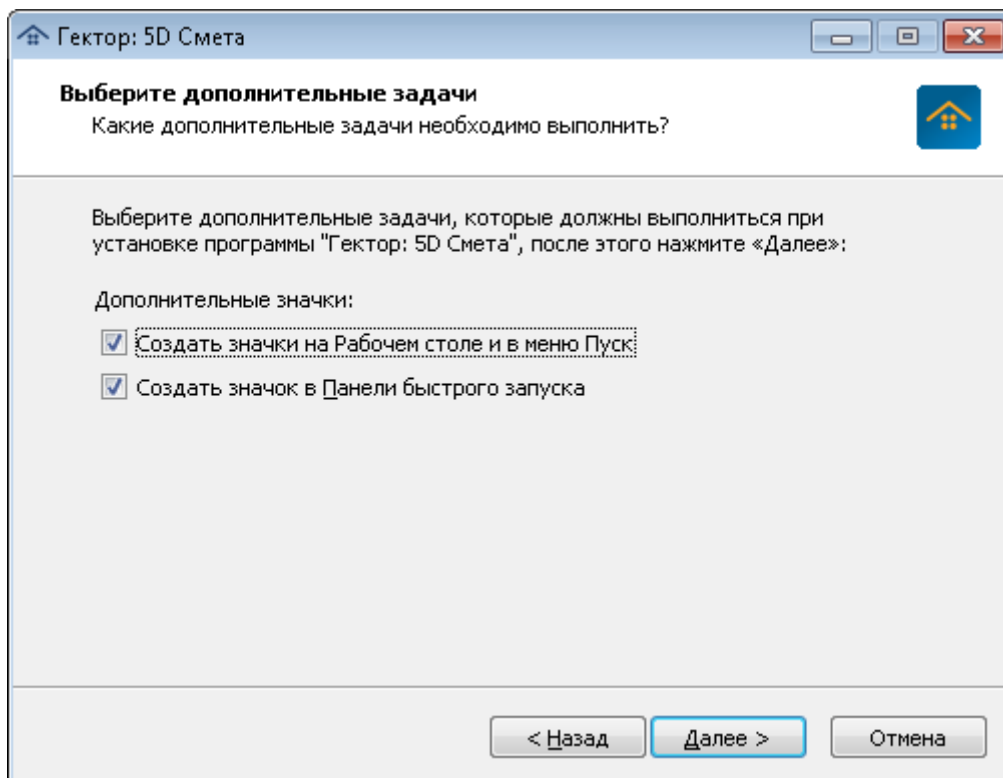

Рис. 4. Выбор дополнительных значков
- Указать необходимость создания дополнительных значков запуска программы на **Рабочем столе** и в меню **Пуск** (рис. 4).